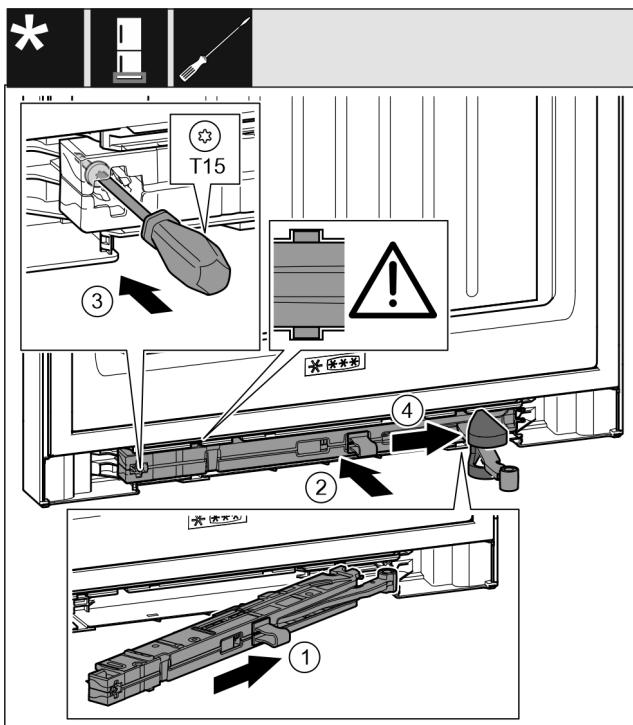

Fig. 52
- Schließdämpfereinheit Fig. 52 (1) auf der Lagerbockseite bis zum Anschlag schräg in die Aussparung einschieben.
- Schließdämpfereinheit Fig. 52 (2) vollständig in Aussparung schieben.
- Schraube Fig. 52 (3) mit einem Schaubendreher fest-schrauben.
- Abdeckung Fig. 52 (4) über Gelenk schieben.